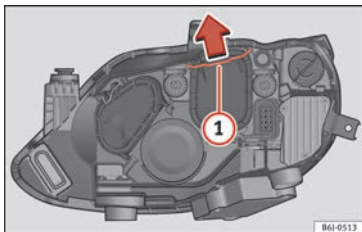

Fig. 90 Phare double.
- Déplacez le tirant » fig. 90 ① dans le sens de la flèche puis retirez le cache.